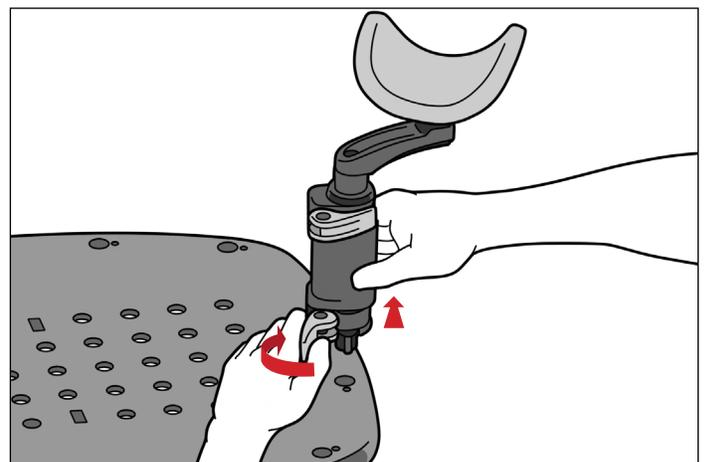

ABB. 24
2. Entfernen Sie die Handgelenkstütze(n), indem Sie den unteren Hebel öffnen und die Handgelenkstütze aus den Bohrungen in der Patientenliegefläche ziehen (Abb. 24).